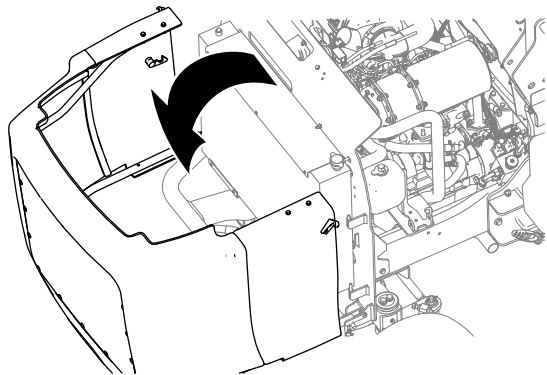

Figure 65
5. Déverrouillez et soulevez le capot (Figure 65).